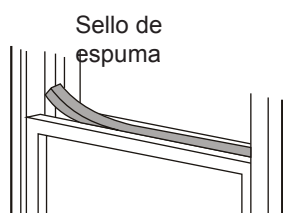

Fig.11
6. Corte el sello de espuma a una longitud adecuada y selle la posición de abierto entre el marco de la ventana superior y el marco de la ventana exterior. Como se muestra en Fig.11.